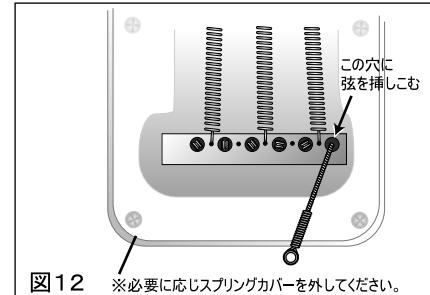

図12 ※必要に応じスプリングカバーを外してください。
- トレモロユニットの裏側にある穴に弦を挿します。(図12)